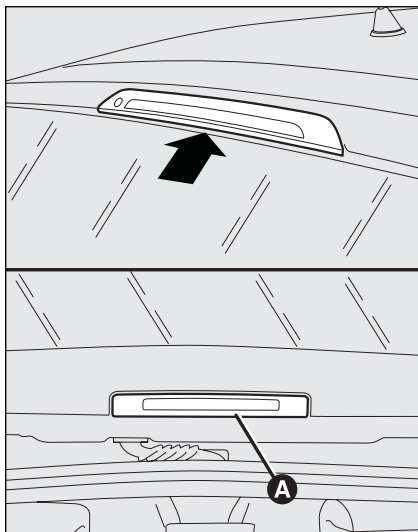

Рис. 32
- ☐ снимите плафон **А, рис. 32**;
- ☐ Установите плафон **А, рис. 32**, и закройте дверь багажного отсека.